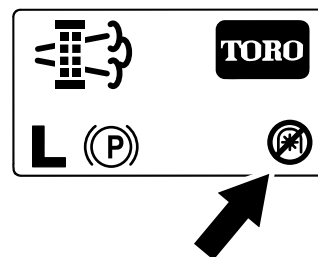

Bild 57
**Hinweis:** Auf dem Homebildschirm wird das Symbol für eine deaktivierte Zapfwelle (Bild 57) angezeigt.
**Hinweis:** Auf dem Homebildschirm wird das Symbol für eine deaktivierte Zapfwelle angezeigt, siehe Bild 57 in Meldungen zu geparkter Regenerierung \(Seite 48\), angezeigt.